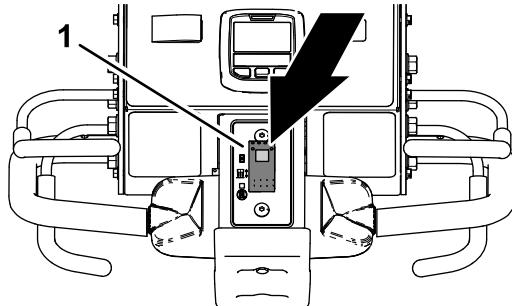

Figura 89
- Premete la parte superiore dell'interruttore per il controllo dell'abbassamento (Figura 89) selezionando ABBASSAMENTO RITARDATO.